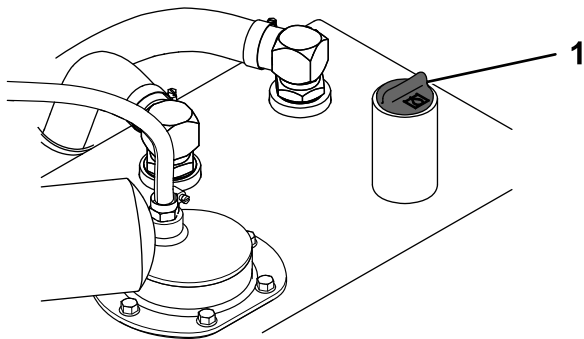

Figure 78
6. Nettoyez la surface autour du goulot de remplissage du réservoir hydraulique (Figure 78).